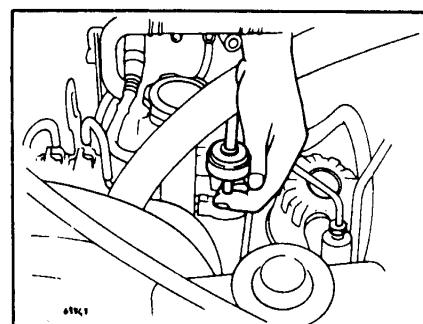

Рис. 16 Проверка сбросового клапана
- Подведите палец к клапану (рис. 16).